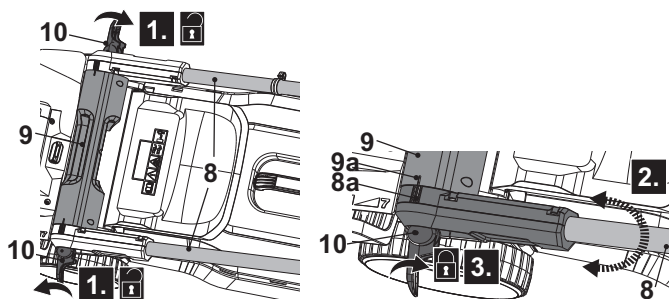

Fig. 10
1. Abra y afloje las palancas de sujeción (10) en sentido contrario a las agujas del reloj en los manillares inferiores (8), pero no las retire (Fig.10, paso 1).
2. Sujete y gire suavemente el conjunto del mango hasta la posición deseada alineando la línea de indicación (8a) con el indicador (9a) del asa de transporte (9) (Fig. 10 paso 2). Asegúrese de que el conjunto del mango esté montado a la misma altura en ambos lados.
3. Asegure el conjunto del mango plegando la palanca de sujeción (10) hacia el asa de transporte (9). Si la palanca de sujeción (10) no se puede doblar, aflójela y vuelva a doblarla. Si está demasiado floja, apriétela girando la palanca de sujeción (10) en el sentido de las agujas del reloj (Fig. 10, paso 3).